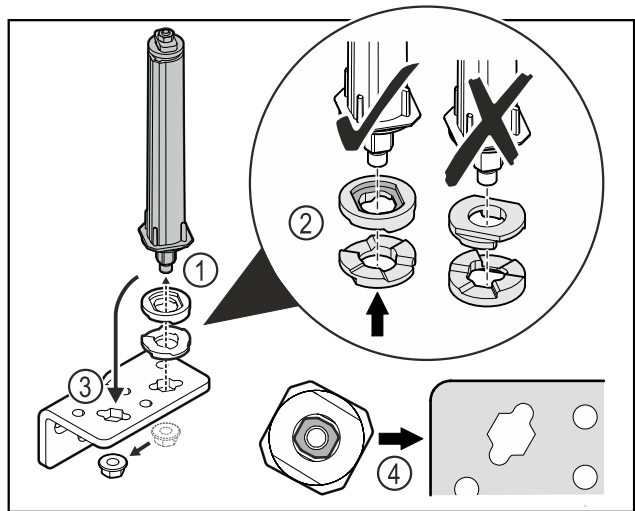

Fig. 16
- Mutter lösen und Türschließsystem entfernen Fig. 16 (1).
- Auf die korrekte Ausrichtung der Höhenverstellsscheiben achten Fig. 16 (2).
- Türschließsystem im Scharnierwinkel umsetzen und mit der Mutter fixieren Fig. 16 (3).
- Beim Einsetzen auf die korrekte Ausrichtung des Türschließsystems achten Fig. 16 (4).